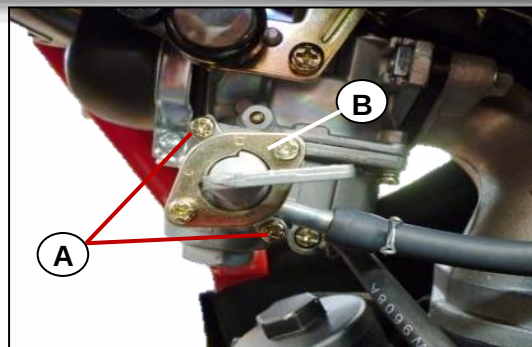

Fig. 8.4
- Remueva la llave de la gasolina [B]. Fig. 8.4